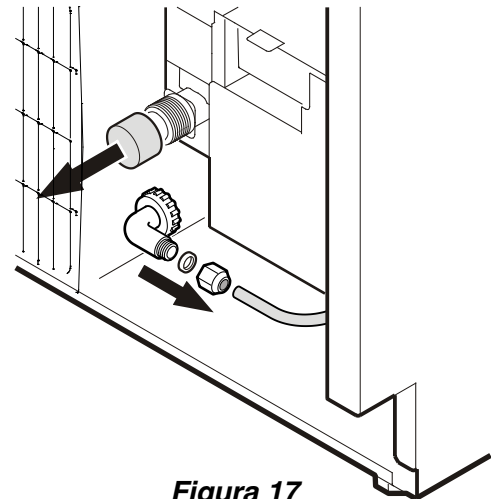

Figura 17
- Retire la cubierta del conector de la válvula (**Figura 17**).
- La tubería de agua es visible al frente del aparato. Conecte la línea de agua al adaptador del diámetro exterior (**Figura 17**).